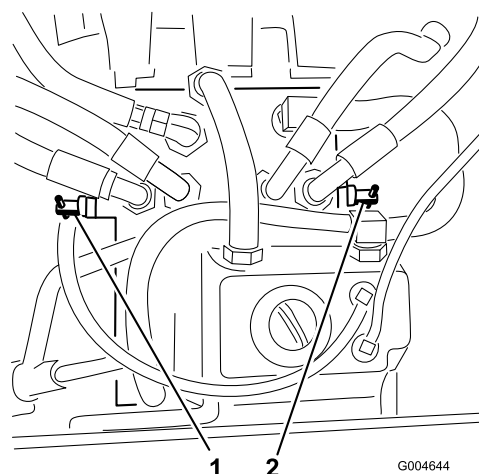

Figure 52
3. Tournez les **deux** vannes de dérivation de 2 tours dans le sens antihoraire (Figure 52).
Tournez chaque vanne de dérivation d'un tour dans le sens horaire et serrez-les à la main (couple de serrage de 8 Nm [71 po-lb] approx.) (Figure 52).